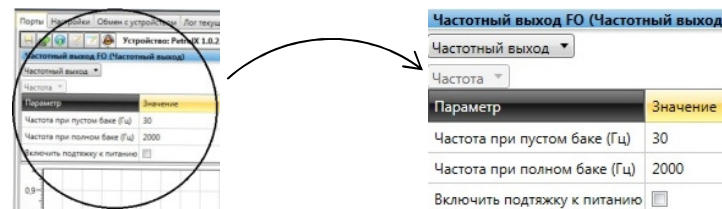

Рисунок 9
1. Включить внутреннюю подтяжку к питанию (Плюс питания) во вкладке Порты/Частотный выход FO(Частотный выход)/Частота, при подключении к входам терминала, не имеющим подтяжки либо имеющего подтяжку к минусу питания (рисунок 9).